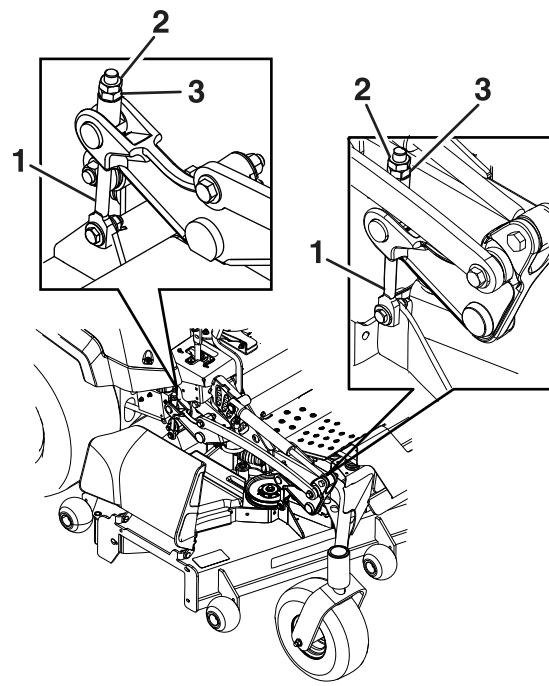

Figura 84
9. Gire la tuerca de ajuste del conjunto de elevación de la carcasa delantera para modificar la altura (Figura 84).